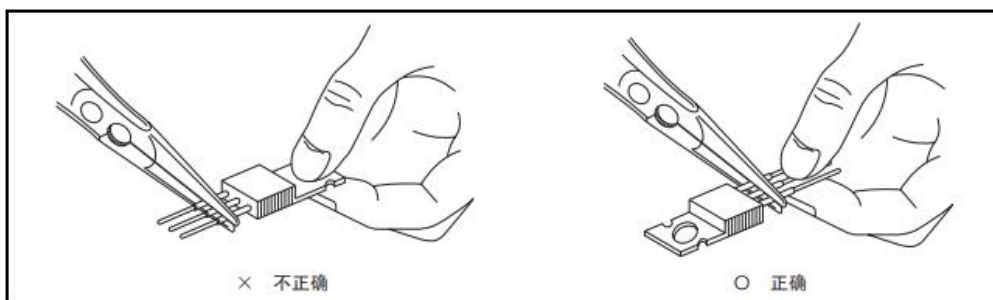
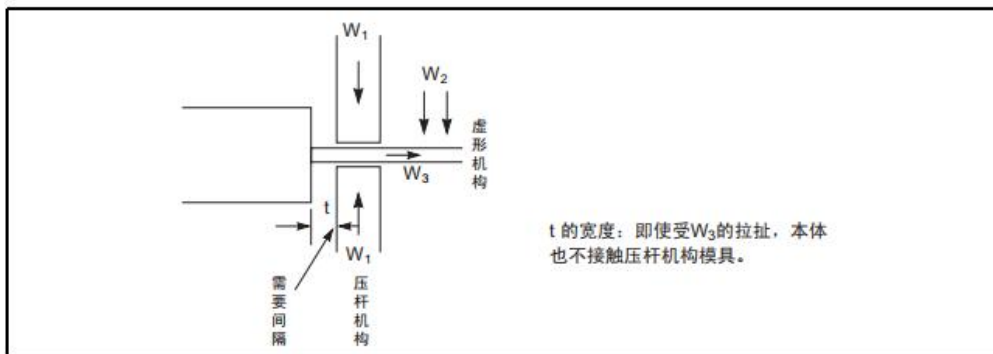

图1 引线的弯折方法
图2 使用模具弯折引线的方法
(1) 在弯折引线时，为了防止在封装本体与引线之间施加相对应力，必须固定弯折点与本体之间的引线，不要触摸本体，也不要拿着本体弯折引线（参照图 1）。另外，当使用模具进行大量引线的成形时，必须设置固定引线的机构，要注意引线压杆机构不能对器件本体施加应力（参照图 2）。